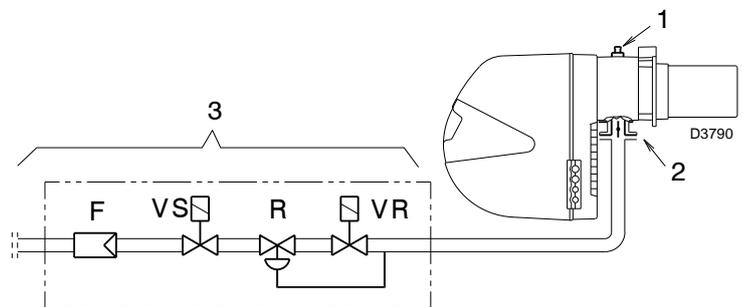

Abb. 36
Gasdruck gemessen an Anschluss 1)(Abb. 36), mit:
Strömungsverlust Gasdrossel 2)(Abb. 36) bei maximaler Öffnung: 90°.
Strömungsverlust Armatur 3) (Abb. 36) bestehend aus: Regelventil VR, Sicherheitsventil VS (beide bei maximaler Öffnung), Druckregler R, Filter F.
- vom Gasdruck an der Entnahmestelle 1)(Abb. 36) den Druck in der Brennkammer abziehen.
- Gasdruck an der Entnahmestelle 1)(Abb. 36) = 7,5 mbar
Zur Ermittlung des für den an der Entnahmestelle 1)(Abb. 36) erforderlichen Gasdrucks, nachdem die gewünschte Leistung des Brenners festgelegt wurde:
- Rechts, in Spalte 1, den Druck an der Entnahmestelle 1)(Abb. 36) ablesen.
erforderlicher Druck an der Entnahmestelle 1)(Abb. 36).